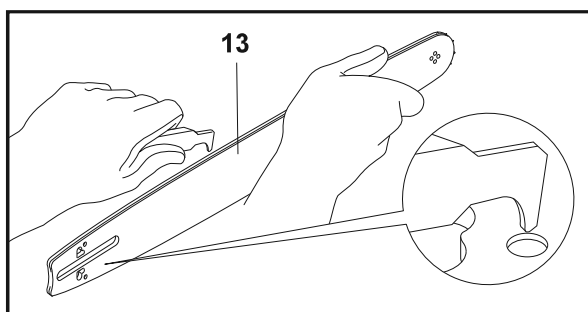

Fig. 37
3. Compruebe el engranaje de transmisión (11). Si está desgastado o dañado debido al esfuerzo, deberá sustituirlo un agente de servicio autorizado o una persona cualificada.
4. Limpie los residuos de los raíles de la espada (13) con un destornillador, una espátula, un cepillo de alambre u otra herramienta similar. Esto mantendrá abiertos los conductos de aceite para suministrar la lubricación adecuada a la espada (13) y a la cadena (12) (Fig. 37).